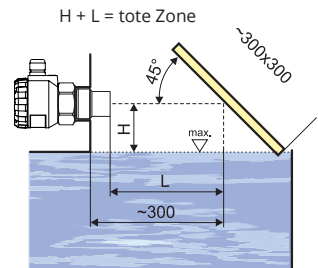

Abb. 15: Reflexionsplatte
- Um den Mindestabstand zum Messmedium zu verringern, kann eine **Reflexionsplatte aus festem, ebenem und glattem Material** am Füllstandmessgerät angebracht werden. Dann kann der Tank fast bis zur maximalen Höhe befüllt werden. Die Lösung ist für offene Tanks und Behälter geeignet (Abb. 15).